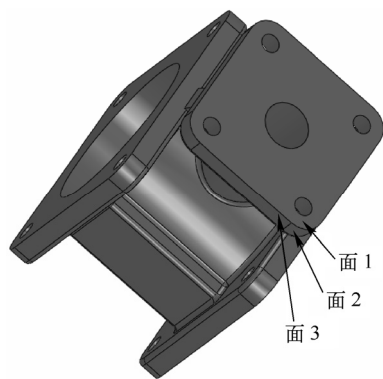

图 9-38 打开的文件实体
2) 单击（要缝合的曲面和面）列表框，选择图 9-38 所示的面 1、面 2 和面 3。